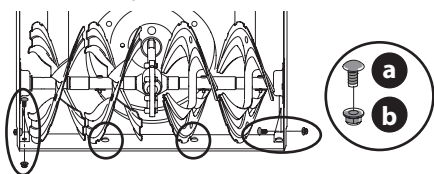

Figure 72
3. Retirez les boulons de carrosserie (a) et les écrous hexagonaux (b) qui fixent la lame de raclage au boîtier des tarières. Voir (Figure 72).
La souffleuse à neige est équipée d'un tendeur automatique placé sur chaque côté. Ce système permet de maintenir la tension des chenilles constante. Si la souffleuse ne se propulse pas parce que les chenilles sautent les guides, les chenilles sont détendues et doivent être ajustées. Consultez un centre de service agréé pour faire ajuster les chenilles. Voir Figure 72.